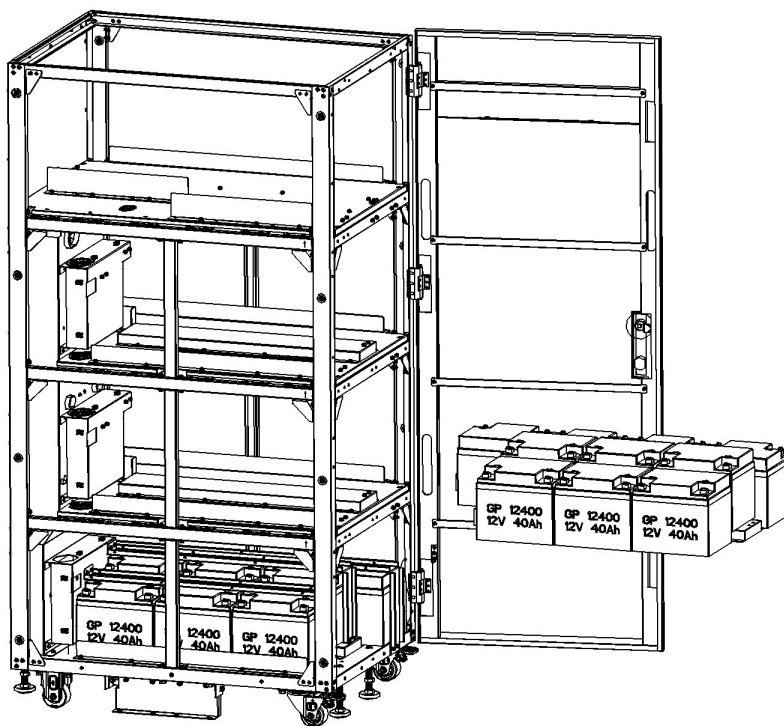

Figure 5-47
5. Réinstaller les 2 supports de rétention des batteries avec les vis de la couche 1 (Figure 5-47).
6. Installer 10 modules de batteries dans la couche 2. (Figure 5-47).